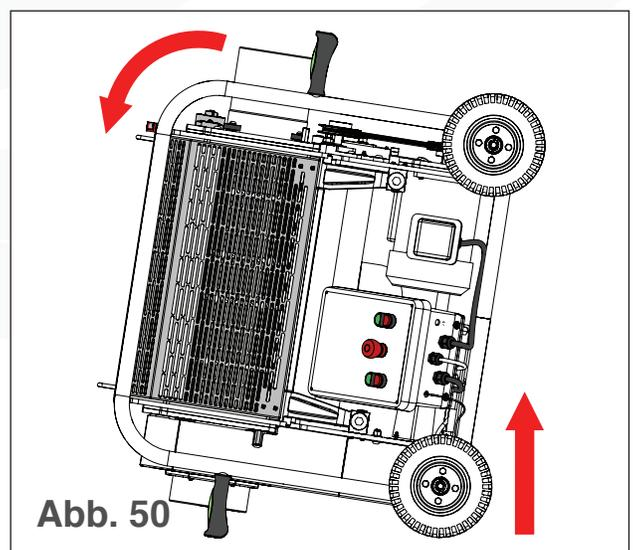

Abb. 50
2. Legen Sie den T2 mit der Motorplatte nach oben auf seine Griffe, um den Austausch zu erleichtern (siehe Abb. 50).